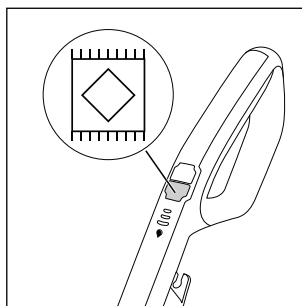

Fig. 17
- ◆ Per accendere l'apparecchio premere l'interruttore Moquette  **13** (vedere fig. 17). Il LED dell'interruttore Moquette  **13** si accende con luce blu.
- Se durante la pulizia di moquette o tappeti si aziona l'interruttore della soluzione detergente ❶ 15, al rullo a spazzola ❹ viene applicato il doppio di soluzione detergente rispetto alla pulizia di pavimenti.
- Per far asciugare più velocemente le moquette e i tappeti dopo la pulizia, passare più volte l'apparecchio sulla moquette o sul tappeto. Non attivare la funzione di spruzzo continuo e non mantenere premuto l'interruttore della soluzione detergente ❶ 15.
- ◆ Per spegnere l'apparecchio premere nuovamente l'interruttore Moquette ❶ 13 (vedere fig. 17).